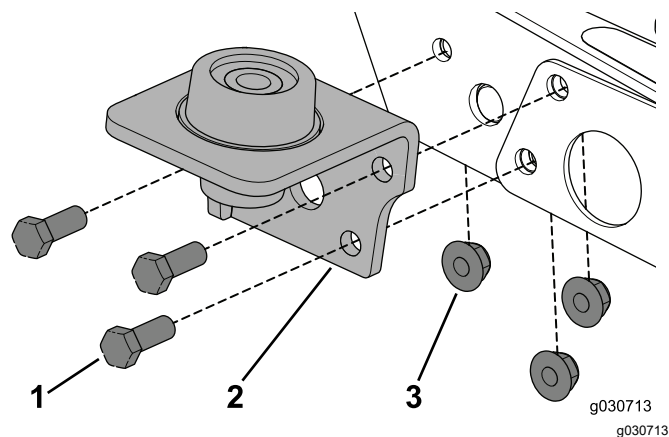

Рисунок 18
1. Снимите имеющиеся крепежные детали и установите крепление на машину при помощи 3 болтов ($\frac{3}{8}$ x 1 дюйм) и фланцевых гаек (Рисунок 18).